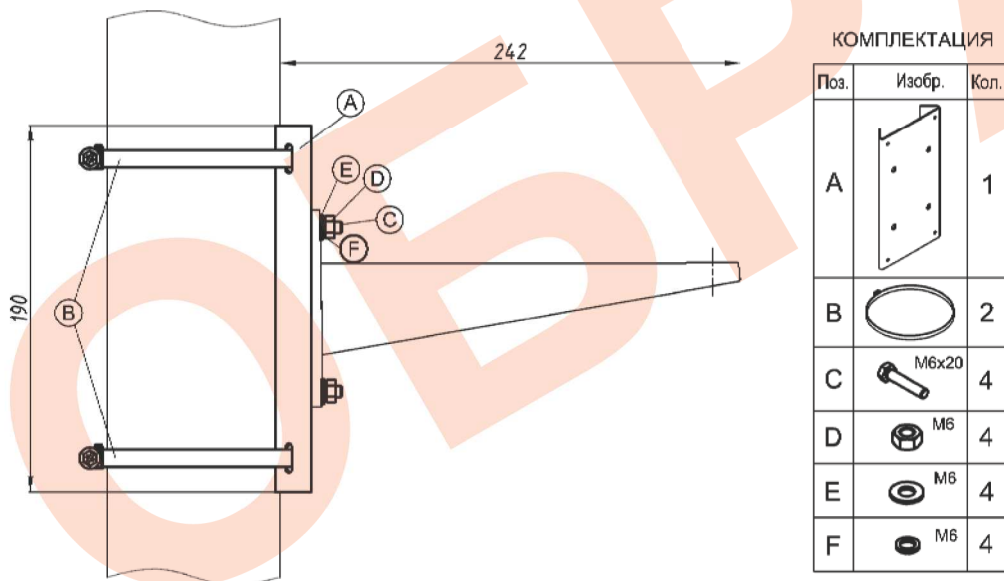

Рис.4 Монтаж кронштейна KC-1 на опору (круглую или квадратную)
1. Кронштейн КС-1 для крепления на опоры Ø; □115÷135мм (другой размер – под заказ). Монтаж кронштейна см. рис.4.